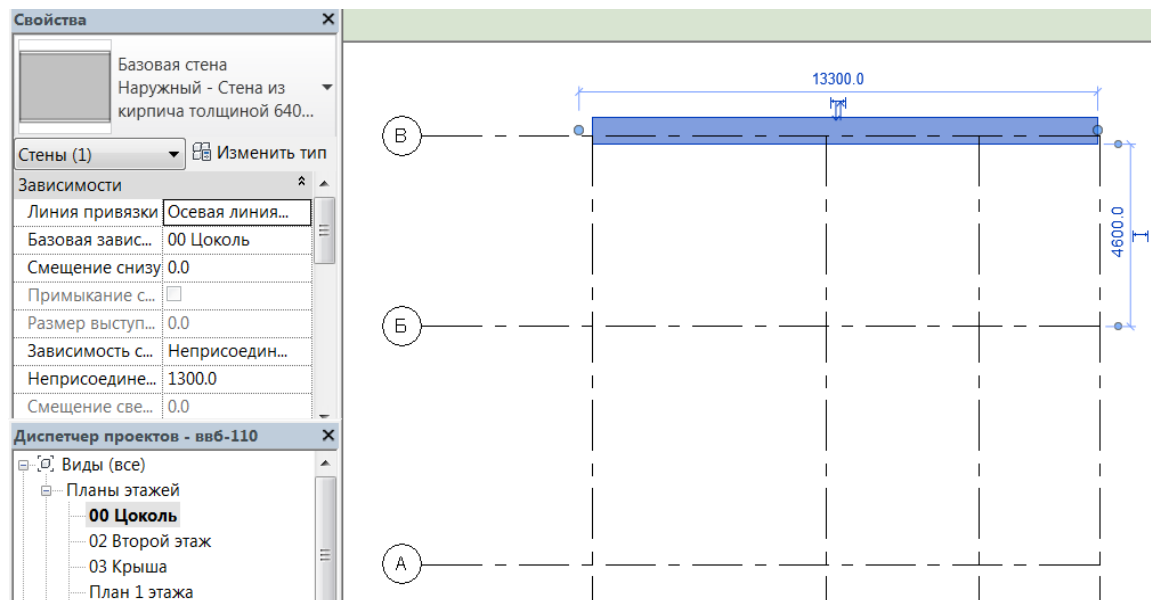

Рис. 18
3. Построить стену по оси, используя инструмент **Линия** (рис. 18).